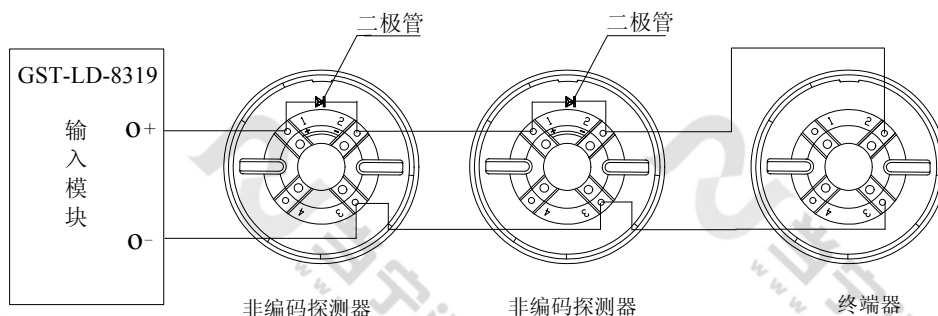

图 5 终端器不做探测器底座的系统构成示意图
2. 当终端器不做为探测器底座使用时，应加装上盖，系统构成图如图 5 所示 (以接 GST-LD-8320 终端器为例)。